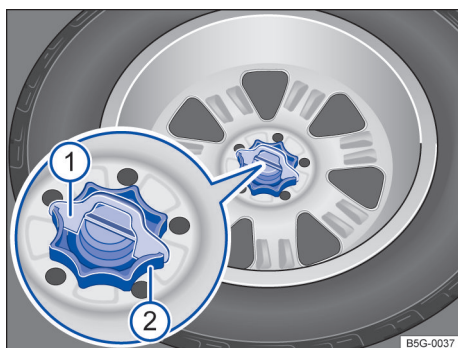

Fig. 171 No compartimento de bagagem: manipulador para fixação da roda sobressalente.
- Remover o calço de proteção contra giro → Fig. 171 ①, puxando-o para cima.
- Girar totalmente o manipulador localizado no meio da roda sobressalente ② no sentido anti-horário.